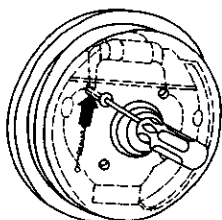

图 3-255 拨动楔形块
5) 用旋具通过制动鼓螺孔向上拨动楔形块 (如图 3-255 所示), 使制动蹄与制动鼓放松。